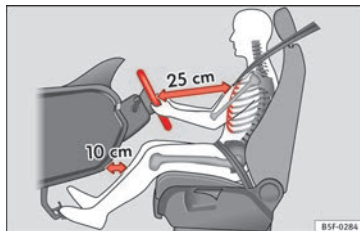

Fig. 81 Distância correta entre o condutor e o volante.
- Ajustar o volante de modo a que a distância entre o volante e o tórax seja de pelo menos 25 cm » **Fig. 81.**
- Regule o banco do condutor de modo a assegurar uma distância mínima de 25 cm entre o tórax e o centro do volante » **Fig. 81.** Se essa distância for inferior a 25 cm, o sistema de airbags não poderá protegê-lo convenientemente.